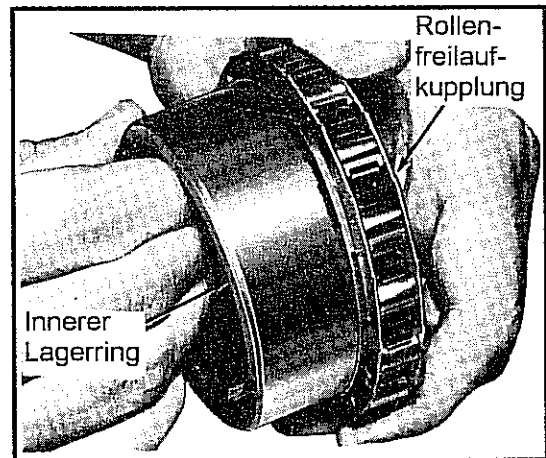

Abb. 10-107 Prüfen der Funktion der rollenfreilaufkupplung
- Die Baugruppe der Rollenfreilaufkupplung auf dem Inneren Lagerring aufsetzen. Siehe hierzu Abb. 10-107. Der Innere Lagerring darf nur im Uhrzeigersinn frei drehbar sein.